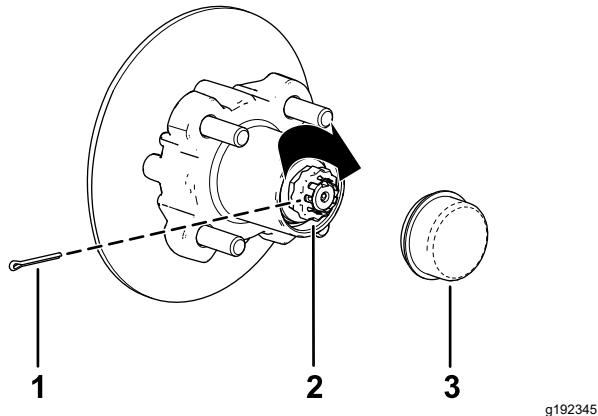

Figura 43
8. Montate il fermo sul dado e controllate l'allineamento della scanalatura sul fermo con il foro del mandrino per la coppiglia (Figura 43).
9. Montate la coppiglia e piegate ciascuna asticella attorno al fermo (Figura 43).
10. Montate il coperchietto antipolvere sul mozzo (Figura 43).